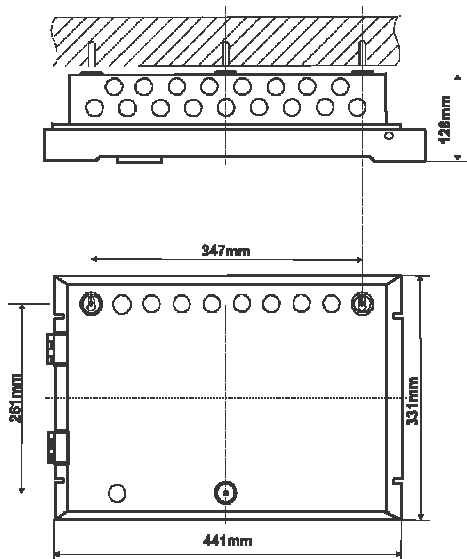

Figura 5.
- Forare la parete ($\varnothing 6-8\text{mm}$) nei punti segnati e fissare il contenitore utilizzando i tasselli e le viti forniti con i ricambi a corredo (art. 2 e 4, pag. 31) - Figura 5.